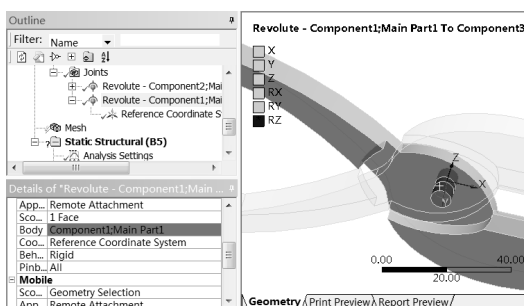

图 13-26 接触对设置 (3)
Step13 : 参照以上操作步骤 , 对另外一对实体进行接触对设置。设置完成后如图 13-26 所示。